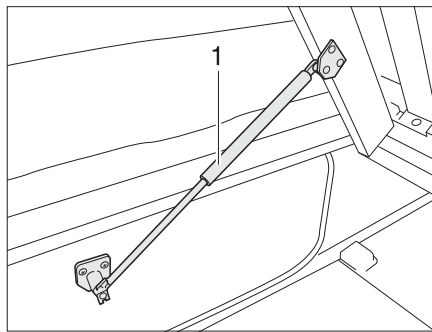

Fig. 59 Cama fija
- Levantar el somier. Los resortes por presión de gas (Fig. 59,1) retienen el somier en la posición abierta.